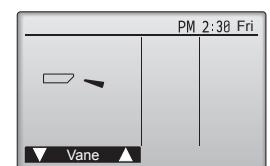

Fig. 8-4
- ② Tryck på [VÄLJ] så att skärmbilden Bladfunktion visas, och tryck sedan på [F1] och [F2] för att kontrollera den automatiska fläktbladsfunktionen. (Fig. 8-4)